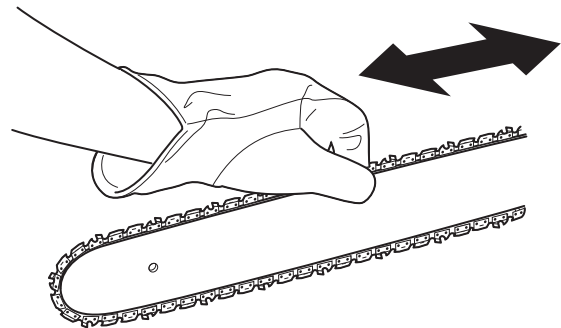

Fig. 26
3. Mantenga arriba la punta de la barra guía y mueva la cadena de la sierra hacia atrás y hacia adelante a lo largo de la barra guía (Fig. 26). Compruebe que la cadena de la sierra se mueve libremente y está en el engrane apropiado con la rueda dentada. Si la cadena de la sierra no se mueve con facilidad, gire lentamente el tornillo tensor de la cadena en el sentido contrario a las agujas del reloj para aflojar la cadena de la sierra.